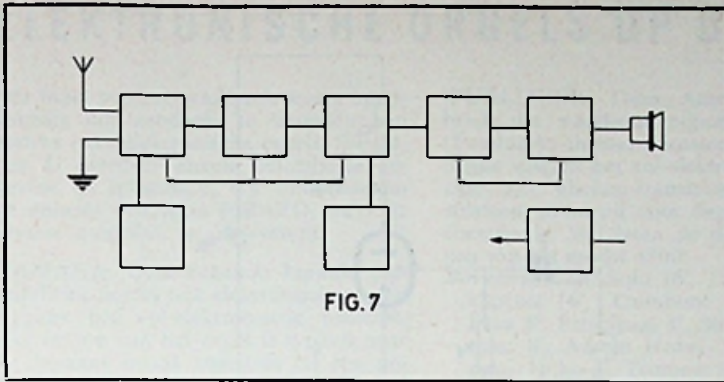

FIG. 7
a. Geef in het overeenkomstige schema (fig. 7) de functies der verschillende gedeelten in de blokken aan.